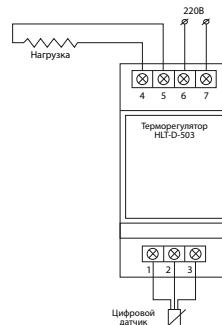

Рис. 1
2. Подсоединить датчик температуры (вход 1,2,3 - рис.1).
3. Подсоединить нагревательные секции (нагрузку), при необходимости, через внешнее реле (вход 6,7 -рис.1).
4. Подсоединить провода питания 220В (вход 4,5-рис.1).
Необходимо проверить правильность подключения, согласно схемы рис.1.